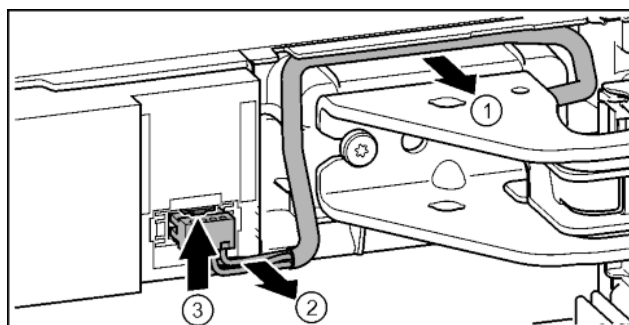

Fig. 22
- ▶ Обережно від'єднайте кабель над опорним кронштейном від направляючої. Fig. 22 (1)
- ▶ Обережно витягніть жили кабелю із каналу. Fig. 22 (2)
- ▶ Притисніть з'єднувальну накладку догори та обережно витягніть штекер. *Fig. 22 (3)*